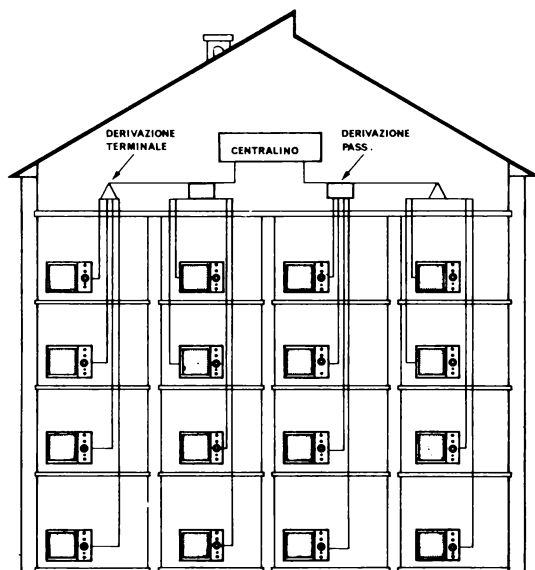

Fig. 3.28 - Esempio di distribuzione libera. Ogni discesa parte dal cavo portante in solaio e viene applicata in basso direttamente al televisore.
La fig. 3.28 mostra lo schema applicativo del tipo di distribuzione indicato in c). Ovviamente, gli utenti ai piani superiori avendo discese meno lunghe beneficeranno di segnali più forti, ma se il centralino sarà stato dimensionato con una
b) Nel caso di distribuzione libera con discese individuali (fig. 3.28) oltre alla attenuazione diversa da utente a utente stante le diverse lunghezze delle discese, esiste anche il fattore negativo costituito dal fatto che non tutti i cavi utilizzati sono a basse perdite. Può verificarsi il caso della concomitanza di avere cavo con caratteristiche scarse e di lunghezza notevole il che provoca una forte attenuazione.